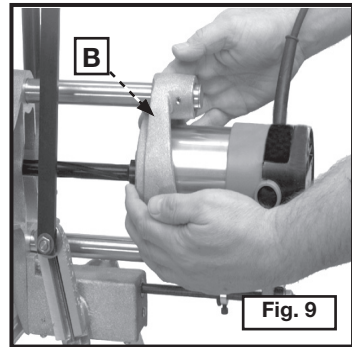

Fig. 9
8. Mueva la palanca de alimento (A) a la posición horizontal para desenganchar el mecanismo de alimento.
9. Agarre el montaje (B), Fig. 9, del motor con las dos manos y tirelo (jálelo) hacia usted hasta que la broca esté libre de la muesca. Quite la escopleadora del pedazo de madera de 2" X 6" (50.8 x 152.4 mm).